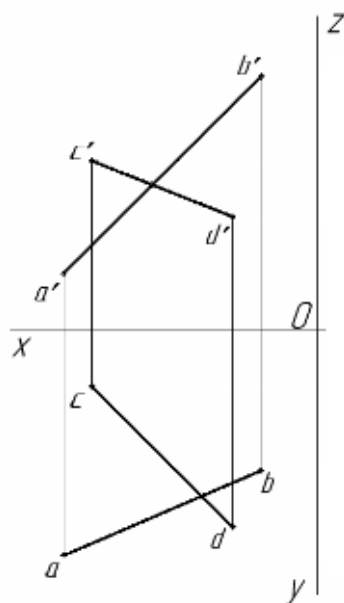

Рисунок 14 – Пример решения задачи
- 2.По заданным координатам отрезка построить комплексный чертеж отрезка АВ и CD на горизонтальной и фронтальной плоскостях проекций (пример оформления решения задач см. рис.14);